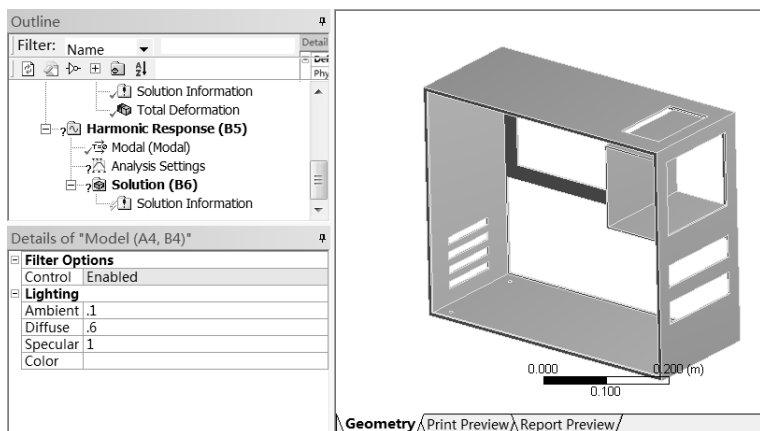

图 7-6 Mechanical 界面
Step1 : 双击主界面项目管理区项目 B 中的 B5 栏 Setup 选项, 进入如图 7-6 所示 Mechanical 界面。在该界面下即可进行网格的划分、分析设置、结果观察等操作。